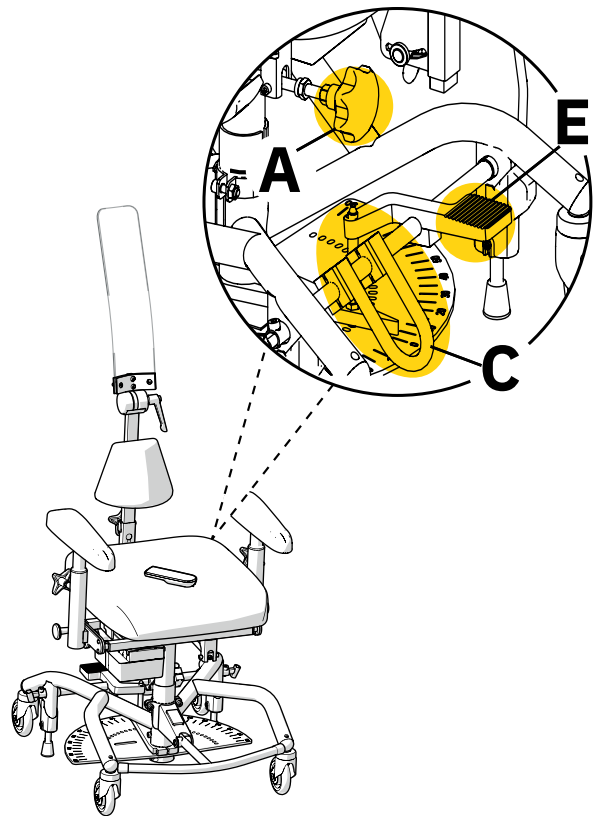
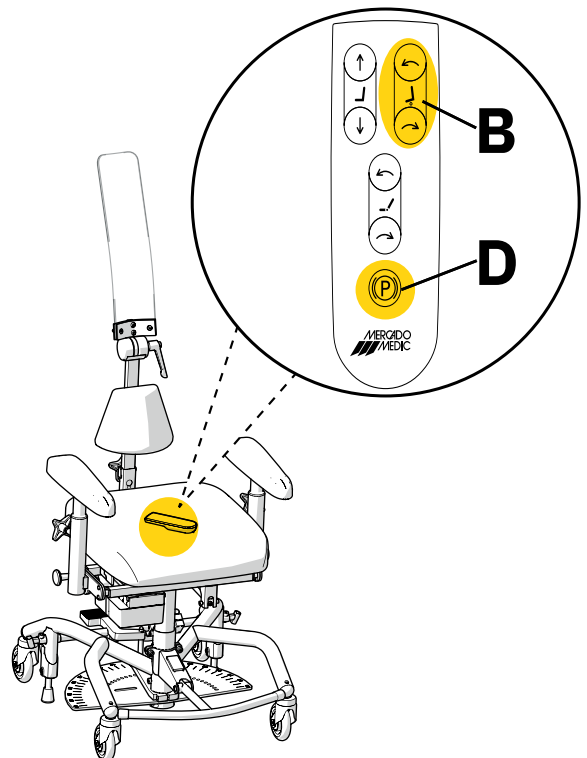

Abb. 2.2. Bedienelemente am Modell REAL 8100 PLUS 24V Standard
Abb. 2.3. Bedienelemente am Modell REAL 8100 PLUS 24V Komfort
Das Produkt ist mit einer elektrischen Höhenverstellung ausgestattet, die über eine Funkfernbedienung gesteuert wird. Je nach Modell kann die Neigung der Sitzfläche elektrisch oder manuell eingestellt werden. Die manuelle Einstellung erfolgt mit der Kurbel unter dem Sitz (A), siehe Abbildung 2.2. Die elektrische Sitzwinkelfunktion (B) wird mittels Funkfernbedienung gesteuert, siehe Abbildung 2.3. Je nach Modell ist das Produkt mit einer elektrischen oder manuellen Bremse ausgestattet. Die manuelle Bremse wird mit dem Pedal (C) aktiviert und deaktiviert, siehe Abbildung 2.2. Die elektrische Bremse (D) wird mittels Funkfernbedienung gesteuert, siehe Abbildung 2.3. Das Produkt ist mit einer arretierbaren Sitzdrehung versehen, die über ein Pedal (E) an der Rückseite des Rahmens bedient wird, siehe Abbildung 2.2. Das Bedienelement zur Entsperrung der Drehung mit dem Fuß nach unten drücken, den Sitz in die gewünschte Stellung bringen und das Bedienelement wieder freigeben, damit der Mechanismus in einer festen Stellung einrastet. Siehe 5. Unter Konfigurationen und Einstellungen finden Sie detaillierte Informationen zu allen Funktionen und Bedienelementen des Produkts.